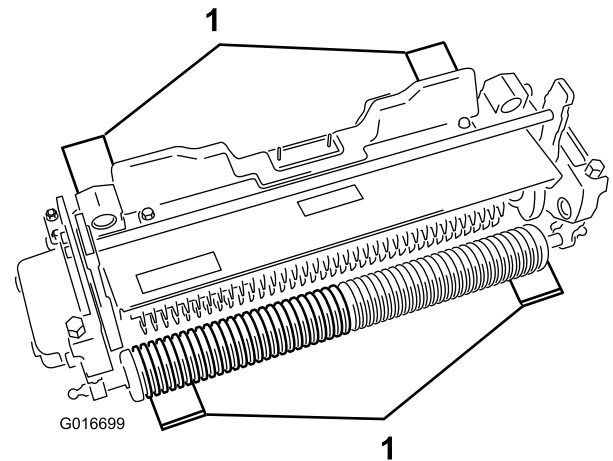

Figure 4
2. Placez 4 gabarits, réglés à la profondeur de pénétration des lames au-dessous du sol correcte, sous le rouleau avant et le rouleau arrière du défateur (Figure 4).